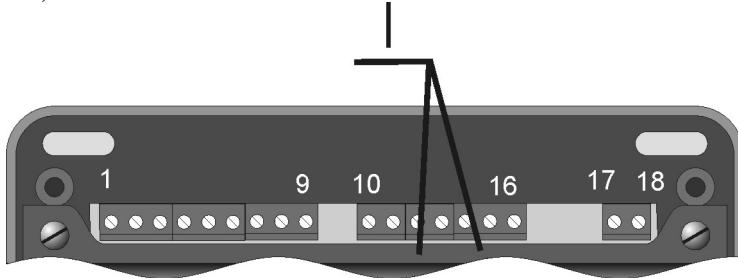

Рисунок 3.3.1.
3.3.1. На оконечных (крайних) устройствах, приборах или БРР, должны быть установлены перемычки (джамперы) в позиции I, которые обеспечивают исходное состояние и нагрузку соединительных линий интерфейса RS485 (см. рис. 3.3.1).